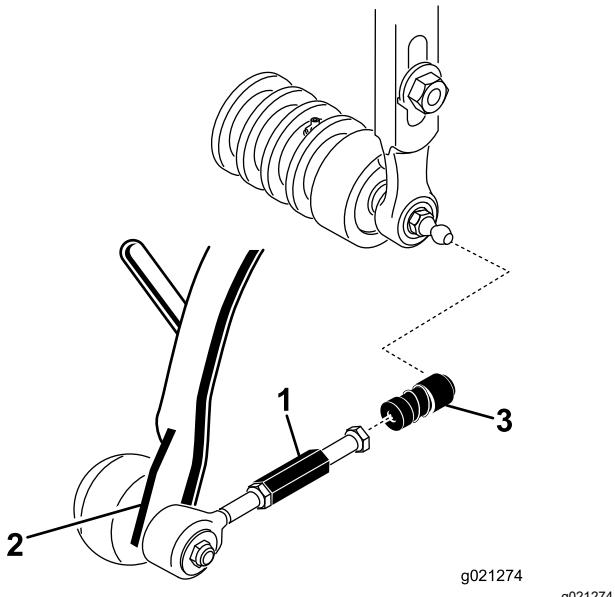

Figura 7
3. Faça deslizar a manga para a junta esférica e engate o recetor na junta esférica da unidade de corte (Figura 7).